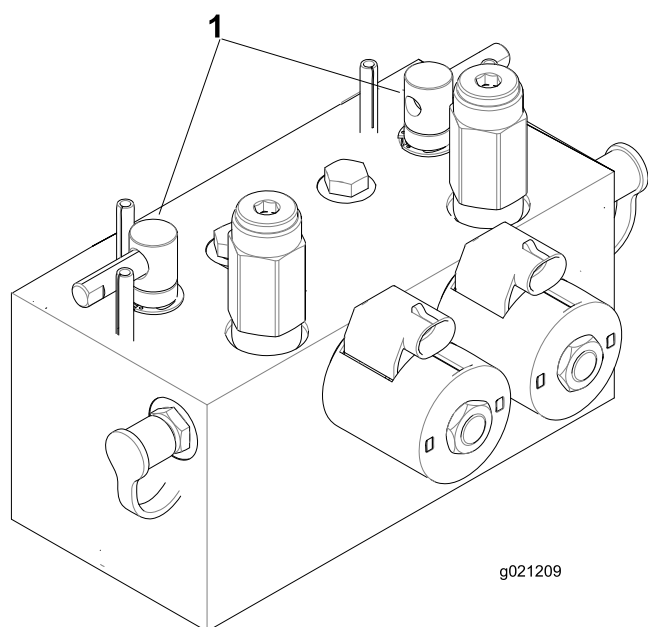

Figure 109
2. Déverrouillez le capot et soulevez-le pour exposer les leviers de rodage (Figure 109).
5. Sélectionnez les leviers de rodage avant, arrière ou les deux pour déterminer les unités qui doivent être rodées (Figure 109).